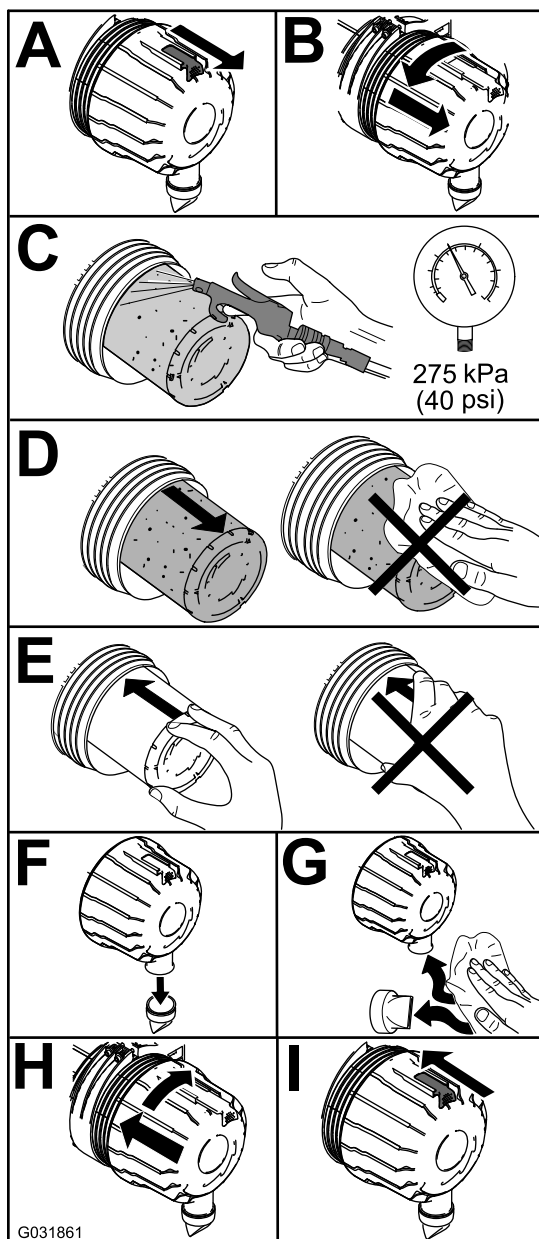

Figura 76
1. Sostituite il filtro dell'aria (Figura 76).